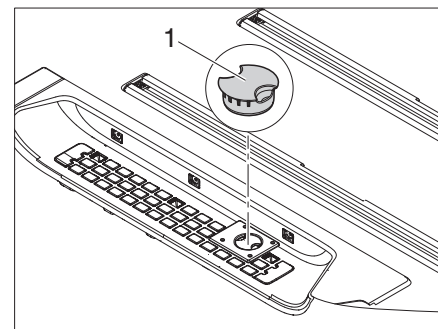

Fig. 59 Applicazione della calotta di protezione
- Applicare la calotta di protezione (Fig. 59,1) sull'apertura di sfiato del gas ora scoperta.